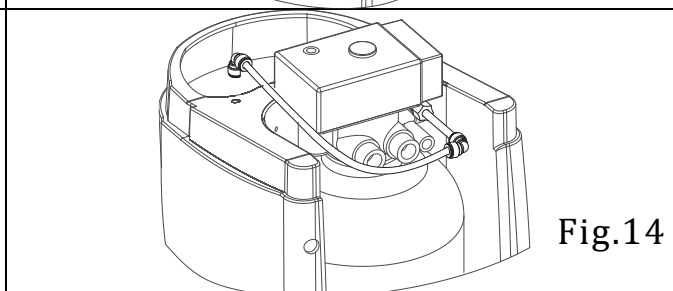

Fig.14
8.4. Connectez l'autre extrémité du tube au coude sortant de la sonde d'aspiration. (Fig. 14)